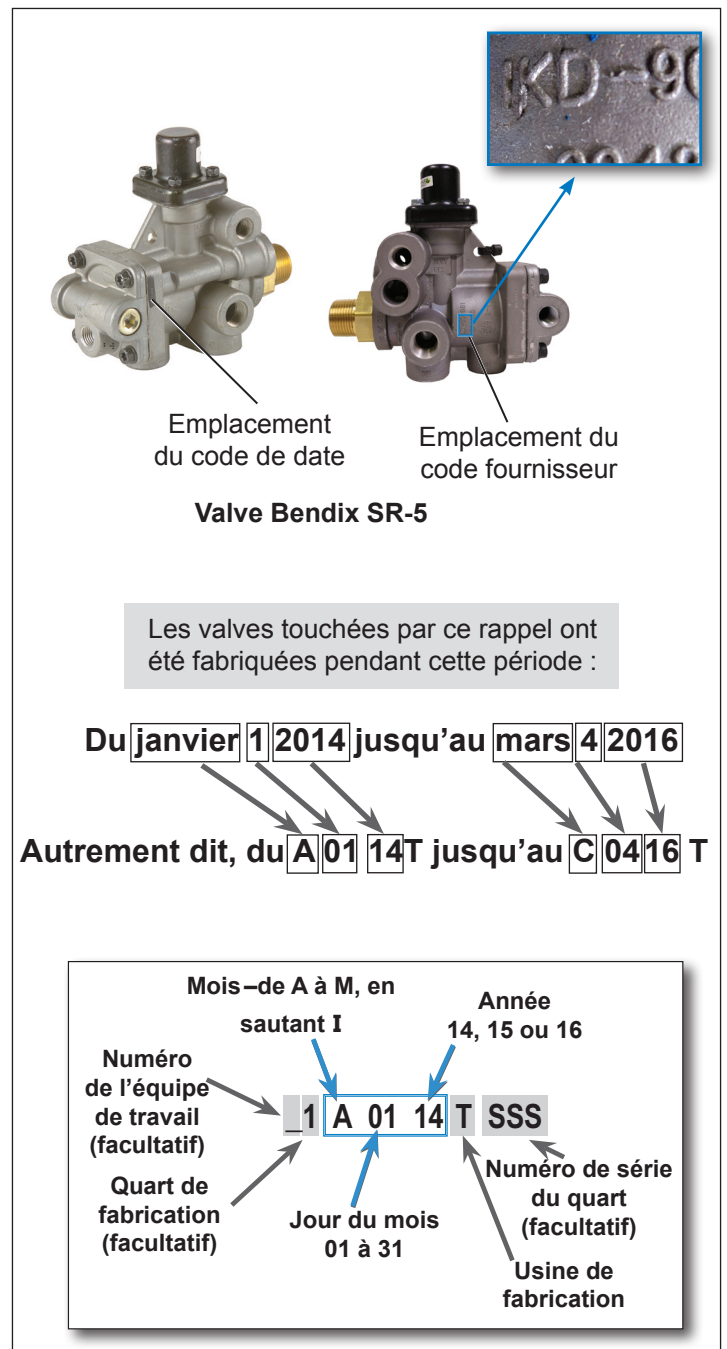

Figure 9 – Identification de rappel
1. Le code fournisseur – « IKD » – situé à l'emplacement indiqué dans la Figure 9; et